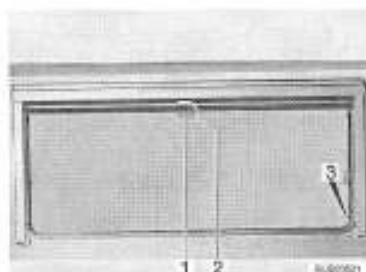

Fig. 47 Fenêtre projetante
- Tirer le store occultant vers le bas en le maintenant par la poignée (Fig. 47,2). Lorsque le store occultant est complètement fermé, l'accrocher des deux côtés du cadre de la fenêtre dans le dispositif de blocage (Fig. 47,3).
- Lorsque le store occultant est complètement fermé : Appuyer sur la poignée (Fig. 47,2) vers le bas tout en la tirant légèrement vers l'intérieur. Décrocher à droite et à gauche le store occultant du dispositif de blocage du cadre de la fenêtre.
- Si le store occultant se trouve dans une position intermédiaire : Tirer la poignée (Fig. 47,2) vers le bas jusqu'à ce que le dispositif de blocage se débloque.
- Tirer la moustiquaire par la poignée (Fig. 47,1) vers le bas et l'accrocher des deux côtés sur le cadre de la fenêtre dans le dispositif de blocage (Fig. 47,3).
- Appuyer sur la poignée (Fig. 47,1) vers le bas tout en la tirant légèrement vers l'intérieur. Décrocher à droite et à gauche la moustiquaire des dispositifs de blocage du cadre de la fenêtre.